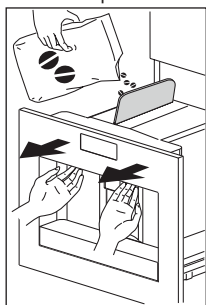

Fig. 14
- ▶ Extraia o aparelho puxando-o para fora, utilizando os manípulos (Fig. 14). Abra a tampa e encha o recipiente com grãos de café; depois feche a tampa e empurre o aparelho.